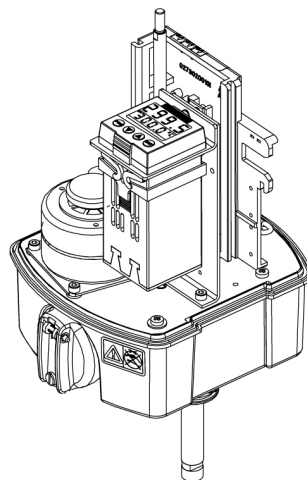

Bild 18: Einbau dTRON 316 ARI-PREMIO® 2,2 - 5 kN
- Den dTRON 316 mit Anbausatz auf der Getriebepatte befestigen (Bild 18).